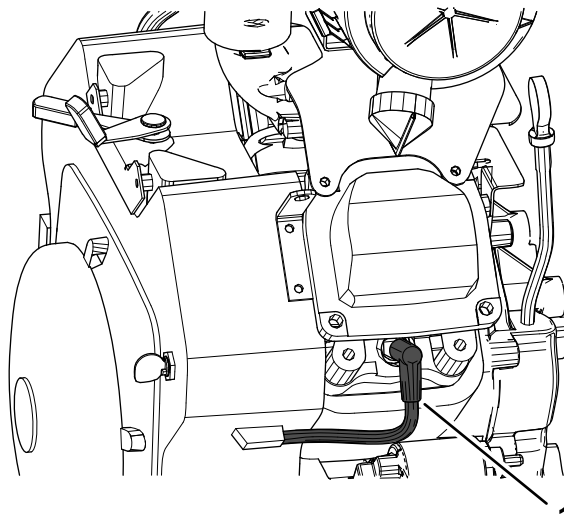

図 35
2. 点火プラグ取り付け部の周辺をきれいにぬぐう 図 35。
3. 点火プラグのコードを外す 図 35。